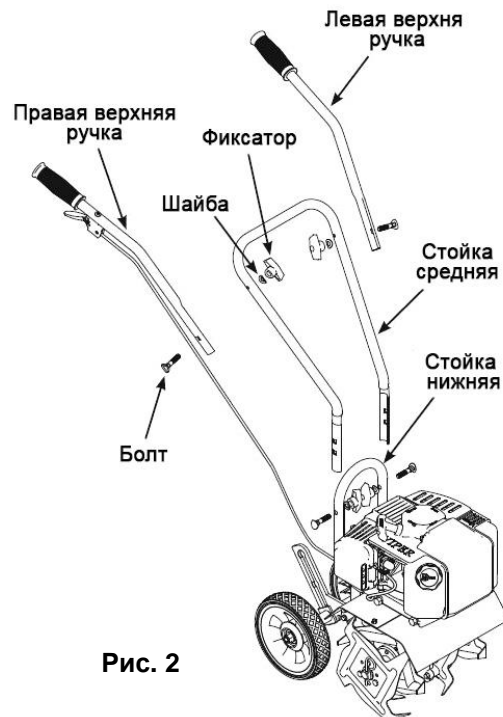

Рис. 2
- Ручка управления состоит из двух частей. Она устанавливается на нижнюю опорную стойку культиватора (См. Рис.2).